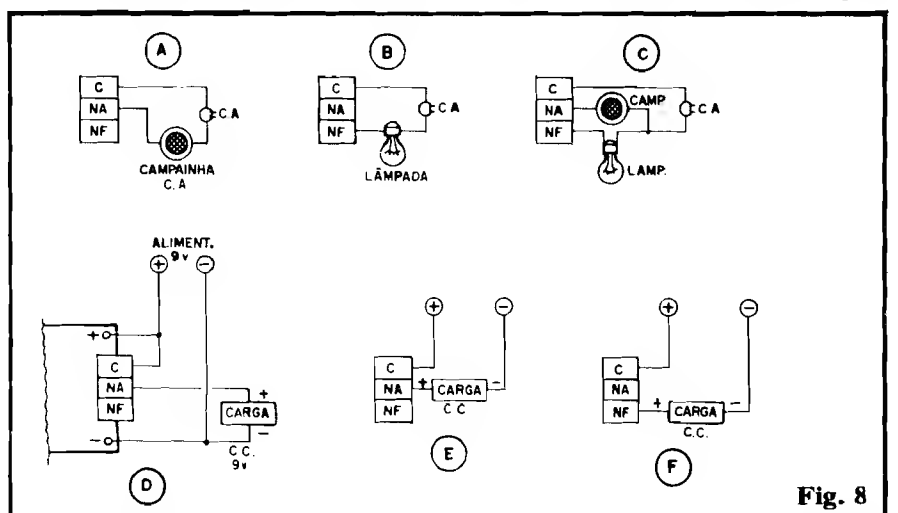

Fig. 8
- **FIG. 8-A** - Sempre lembrando que os três contatos finais de apli-
- FIG. 8-B - Usando-se ativamente o "outro" contato do relê, podemos fazer - por exemplo - com que uma carga de C.A. (no caso uma lâmpada incandescente comum...) se **desligue** momentaneamente, durante o rompimento da Barreira. Quem quiser "inverter" a finalização, basta ligar o fio que vem da lâmpada ao contato "NA" (e não ao "NF", conforme sugerido no esqueminha...). Em qualquer caso teremos um aviso "visual" (pelo rápido "apagamento" ou "acendimento" da lâmpada...) sobre a violação da passagem controlada!
- FIG. 8-C - O uso inteligente dos contatos reversíveis do relê permite interessantes variações nos controles finais... Com o arranjo mostrado (acionando uma lâmpada comum e uma cigarra, ambas sob C.A. - 110 ou 220V), ocorrendo o momentâneo rompimento da Barreira, a lâmpada (que estava acesa...) apaga brevemente, enquanto que a campainha (que estava "muda"...) dá um toque momentâneo. Esse duplo aviso é tão "impressivo" que pode até
- FIG. 8-D - Os contatos de utilização do relê não "precisam" ser **sempre** independentes e isolados do circuito da B.O.S.! Se a carga a ser acionada funcionar sob C.C., 9 volts, nada impede que esta compartilhe a alimentação com o próprio circuito eletrônico, conforme sugere o diagrama. Alguns pontos a considerar, nessa configuração: a capacidade de corrente da fonte geral de alimentação (9 volts) deverá corresponder à **soma** das necessidades do circuito da B.O.S. (250mA) e da carga. Se - por exemplo - a carga precisar de 1A, a alimentação geral deverá ser capaz de prover 1,25A ao conjunto, e assim por diante... No diagrama, a carga **liga** no momento em que a Barreira é rompida, podendo-se, contudo, inverter o comportamento, usando o "truque" já explicado em 8-B...
- FIG. 8-E - Cargas de C.C., que **não possam** trabalhar sob 9 volts exigirão uma fonte indepen-
- FIG. 8-F - Contrapartida para o caso 8-E, porém com a carga C.C., normalmente ligada, **desligando-se** momentaneamente apenas durante a violação da Barreira. Nos dois casos (8-E e 8-F) observar que a **polaridade** da carga com relação à sua fonte de alimentação independente, deverá ser obviamente **respeitada**...
dando a Aplicação (ver figs. 8-A até 8-F...). Tudo muito simples e direto: